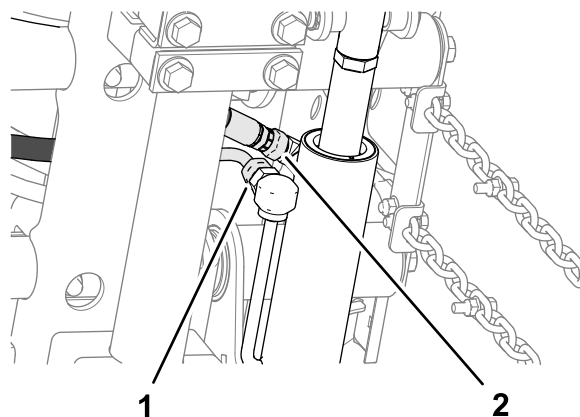

Рисунок 14
2. Установите проставку между несущей и монтажной пластинами (Рисунок 14) и соедините пластины и проставку, не затягивая, с помощью каретного болта ($\frac{3}{8}$ x 1 $\frac{1}{4}$ дюйма) и фланцевой контргайки ($\frac{3}{8}$ дюйма).